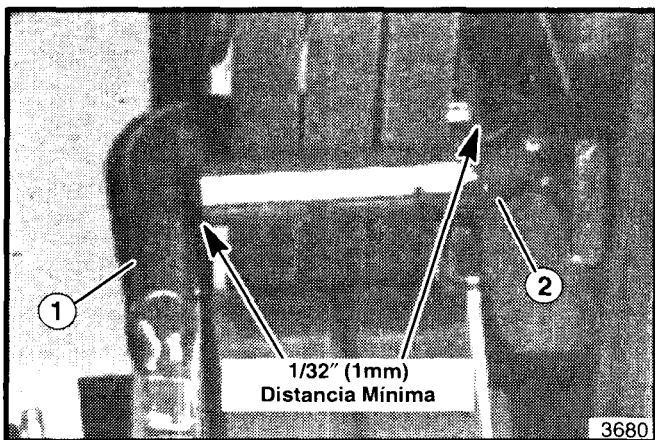

Figura 26. Distancia del Tope de la Correa
24. Desenganche la palanca del embrague. Revise las puntas de los dos topes para correa. Debe haber un mínimo de 1/32" (1 mm) entre las puntas de los topes (vea la figura 26). Si es necesario, suelte la placa pivote intermedia del enrollador y ajústela.